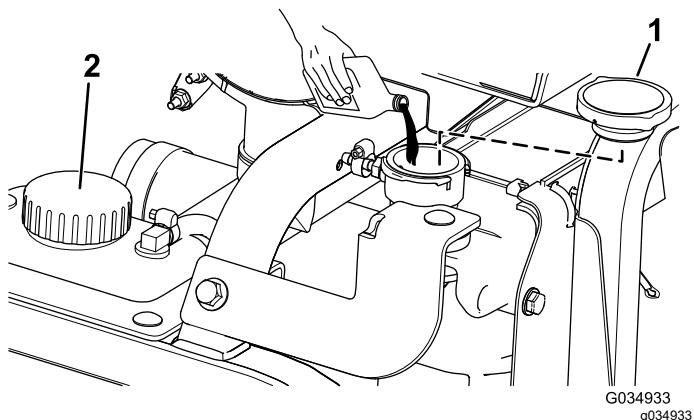

Bild 91
5. Füllen Sie den Kühler mit Kühlmittel, bis der Kühlmittelstand an der Lippe des Füllstutzens liegt (Bild 91).